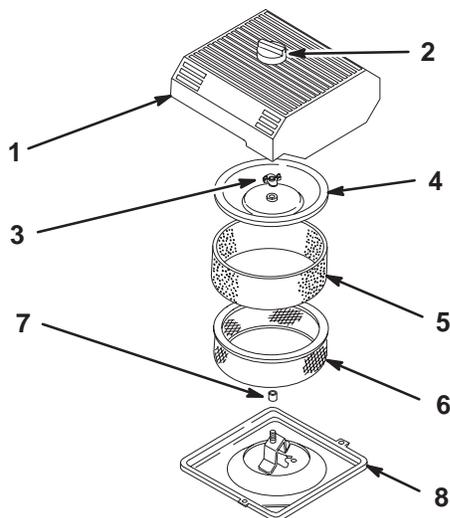

Figure 26
3. Nettoyez la surface autour du filtre à air pour éviter que des impuretés ne s'introduisent dans le moteur et l'endommagent (Fig. 26).
4. Desserrez le bouton sur le couvercle du filtre à air et déposez le couvercle (Fig. 26).
5. Glissez délicatement l'élément en mousse hors de l'élément en papier (Fig. 26).
6. Dévissez l'écrou du couvercle et déposez le couvercle et l'élément en papier (Fig. 26).
1. Glissez délicatement l'élément en mousse sur l'élément en papier (Fig. 26).
3. Vissez l'écrou à la main contre le couvercle (Fig. 26).
4. Reposez le couvercle du filtre à air et le bouton (Fig. 26).